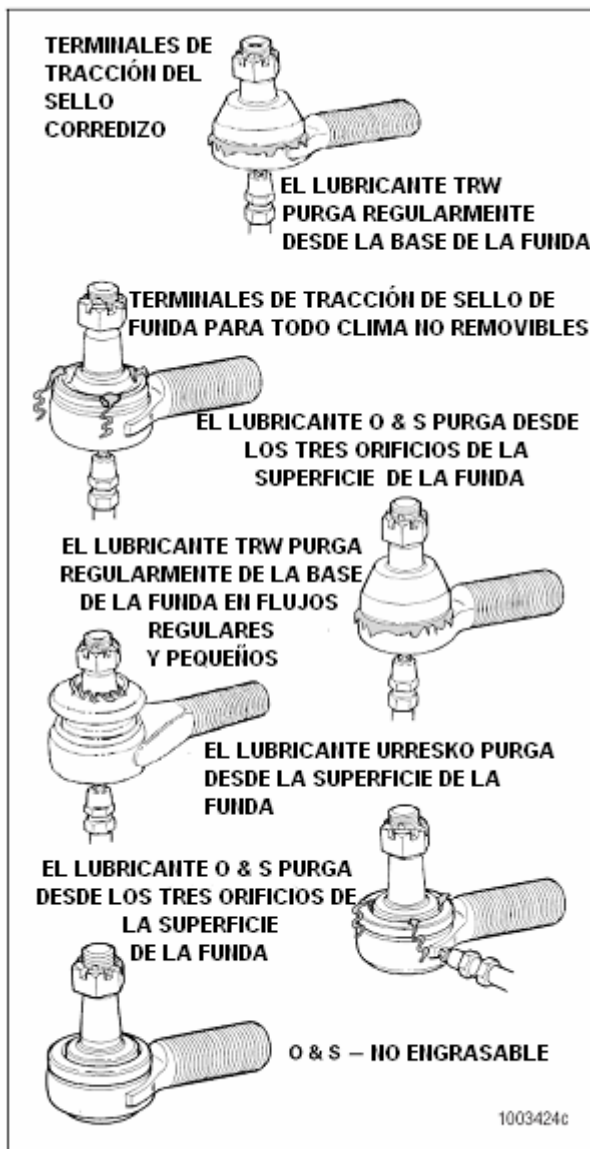

Figura 6.28
6. Aplique grasa a la graseras. Grasa vieja descolorida debe salir de los orificios de purga cercanos al pliegue de la funda ó al área del fuelle, normalmente en tres ó más lugares. Figura 6.28